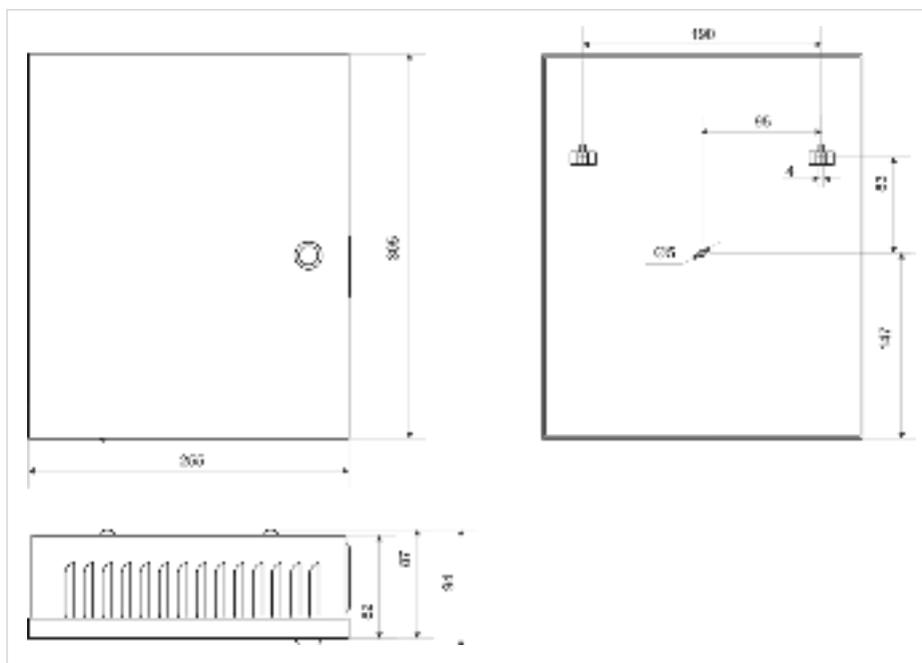

Рисунок 27. Габаритные размеры блоков «С2000-АСПТ»,
1. Наметьте на стене места для трех установочных отверстий в соответствии с габаритным чертежом (см. рис. 27).